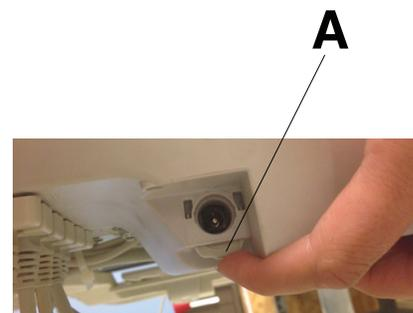

Рисунок 4 – Фиксация и освобождение кабеля батареи
2. Найдите блок управления (Рисунок 4).
4. Нажмите на замок кабеля батареи, чтобы зафиксировать кабель батареи на блоке управления (А) (Рисунок 4).
3. Откройте замок кабеля батареи на блоке управления (А) (Рисунок 4).